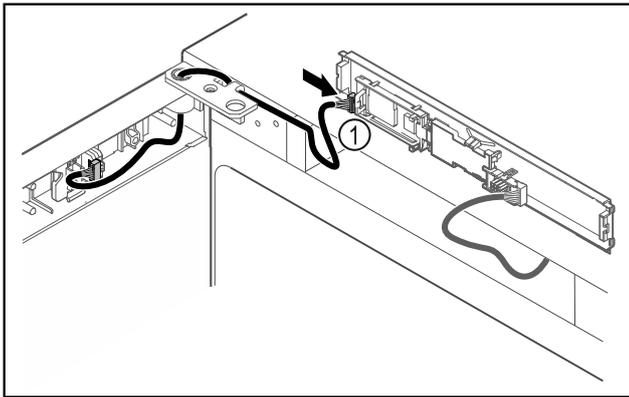

Fig. 43
- ▶ Zapojte zástrčku Fig. 43 (1) na doske plošných spojov.